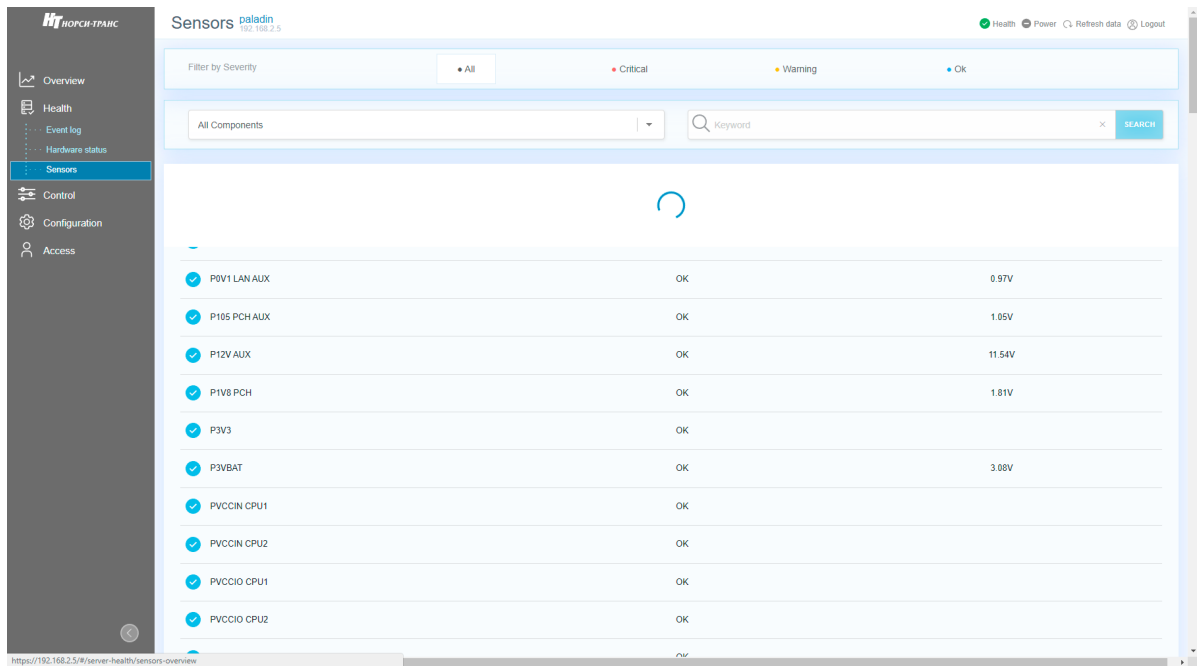

Рис. 68. Окно «Sensors»
- 4) Пройдите во вкладку «Health» → «Sensors» в данной вкладке отображается информация по датчикам установленным в сервере. В поле «Filter by Severity» произведите фильтрацию по степени серьезности события. В раскрывающемся списке выберете компонент сервера где хотите просмотреть состояния датчиков. В поле поиска произведите фильтрацию по ключевым словам датчиков. Окно показано на рис. 68 Окно «Sensors»